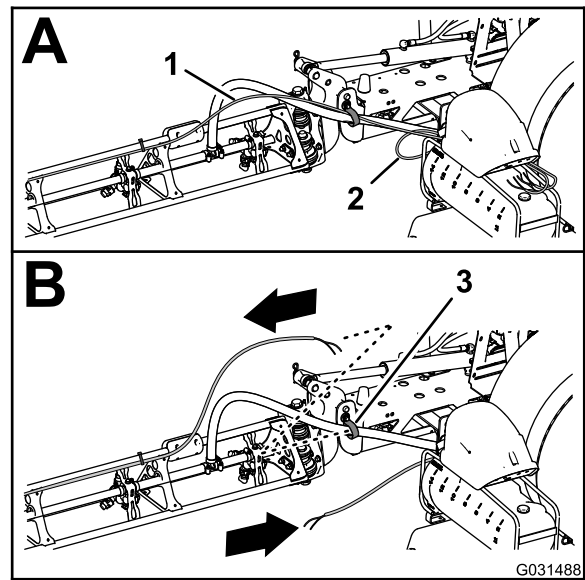

Figura 9
- Mova os tubos para os bicos da espuma na secção da rampa esquerda e direita para trás e através do grampo em R perto do ponto de articulação para a secção da rampa (Figura 9).